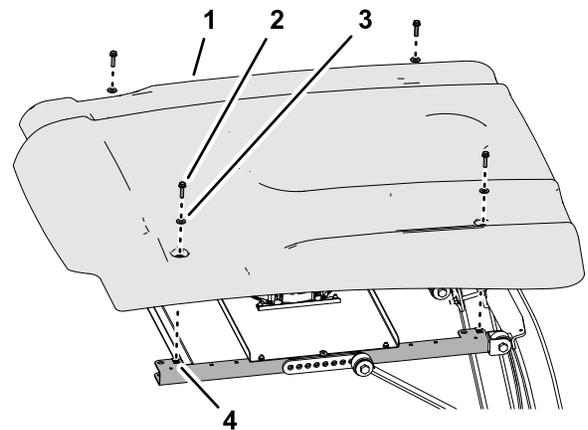

Figura 14
2. Instale el del parasol a los perfiles del bastidor (Figura 14) con los 4 pernos con arandela prensada (5/16" x 1 1/4") y 4 arandelas (5/16") que retiró en 2 Retirada del toldo (página 2).